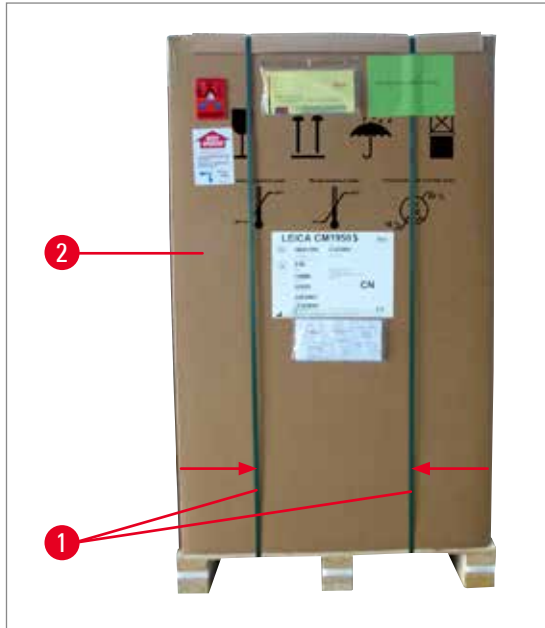

图 1
2. 站在货箱旁边，按图示位置剪断带子（参见 (→ 图 1) 中的箭头）。